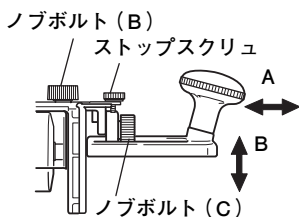

図 21
- (3) A方向の切込み調整はノブボルト (B) をゆるめて調整してください。B方向の切込み調整はノブボルト (C) をゆるめ、ストップスクリュを回転させて行ないます。(図 21)